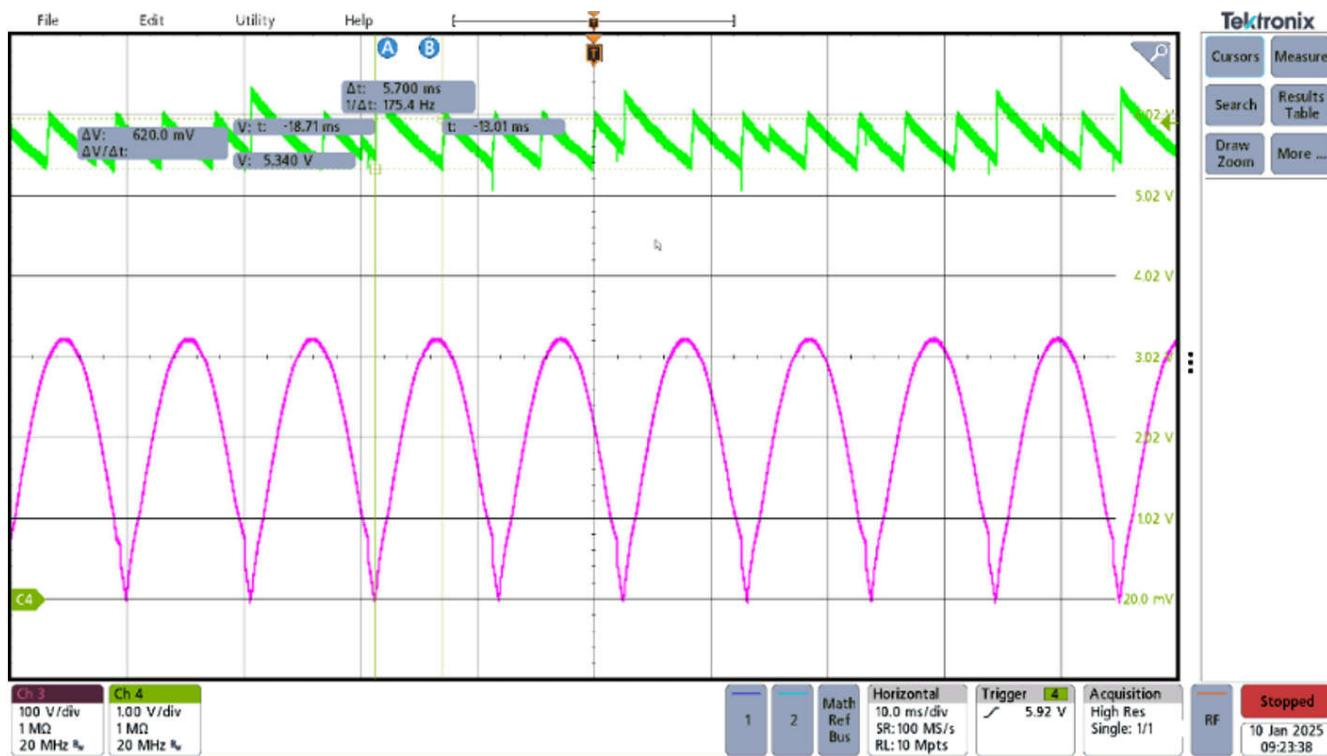

图 3-1. 230VAC, 47Hz,  $V_{CC}=4.7\mu F$ , 开路负载,  $89mW$  待机功耗、CH3 : HV CH4 : VCC
为了验证 VCC 电压在每个开关周期内是否持续，在没有开关事件的较长周期内会出现潜在的挑战，例如在开路负载条件或突发模式下，非开关间隔可能会延长至超过 40ms。在这种延长的间隔期间，需要额外的能量来维持 VCC 电压。如 图 3-1 中所示，当 VCC 电压降至 5.6V 以下时，UCG28826 通过从高压 (HV) 引脚提供 VCC 偏置来解决此问题。但是，这种方法可能会效率较低，尤其是当 HV 引脚电压明显高于 VCC 电压时。为了优化效率，请在 HV 引脚电压接近 VCC 电平（通常在交流线路周期的过零点附近）时为 VCC 电容器充电。该方法可最大限度地减少了能量损耗并提高了 VCC 充电效率，从而提高空载功耗性能。如果不实施此策略，在轻负载或无负载条件下可能会对系统的整体功效产生不利影响。因此，正确配置 VCC 电容器的容值非常重要。
考虑到直流电压降额、温度影响和容差， $10\mu F$  电容器是用于通过自偏置功能保持 VCC 电压调节的最小电容，否则 VCC 电压在半个交流线路周期内降至 5.3V 以下，并在 HV 引脚变为高电平时触发随机充电事件，从而可能导致额外的空载功耗。如 图 3-1 中所示，当 VCC 电容器为  $4.7\mu F$  时，VCC 充电频率是随机的，在这种情况下空载功耗为  $86mW$ 。